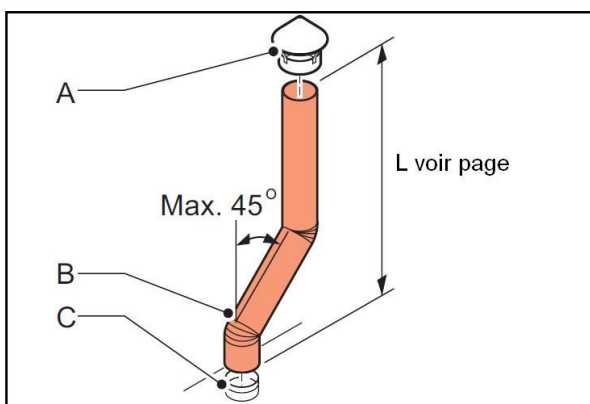

Fig.4
9.1 - Cheminée (Fig.4 – page 11)